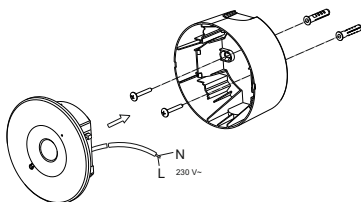

Рисунок 5 – Накладной монтаж ДПА 140
4.4 Возможен накладной монтаж ДПА 140 на стену, потолок с креплением через корпус (рисунок 5).